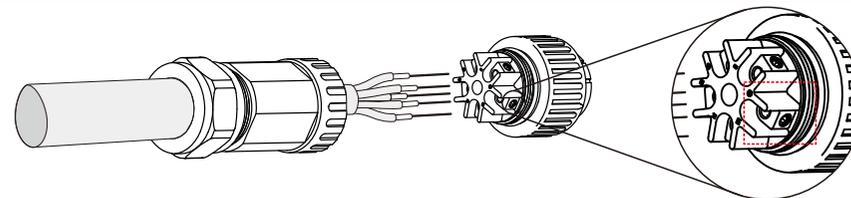

Figura 5.22 Cabo conectado
A) Retire a manga de isolamento do cabo por 70 mm para que o conector com núcleo de cobre descascado atinja 9 mm. Passe o cabo pela porca e pela manga do elemento de soquete, insira os terminais correspondentes e aperte com o interruptor Allen (consulte a Figura 5.22). O torque é de 1,8 a 2,0 Nm.
Aperte o cabo com uma chave Allen de 3,0 mm (foco na caixa pontilhada, consulte a Figura 5.22). O parafuso Allen pode cair facilmente, não o remova por completo.